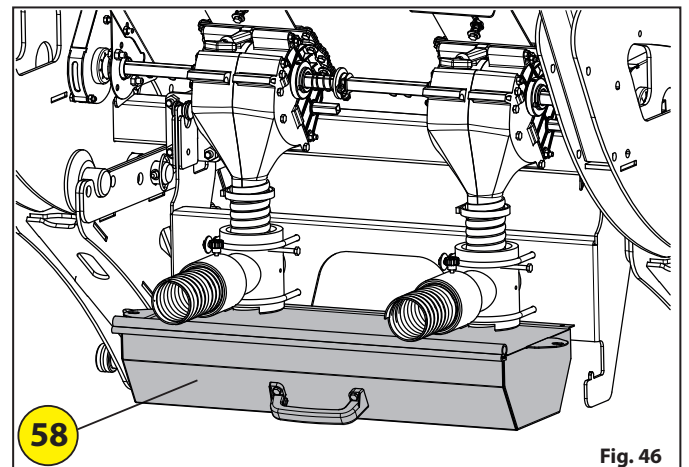

Fig. 46
- Umieścić pojemnik do próby kręconej **58** poniżej dozowników « Fig. 46 ».